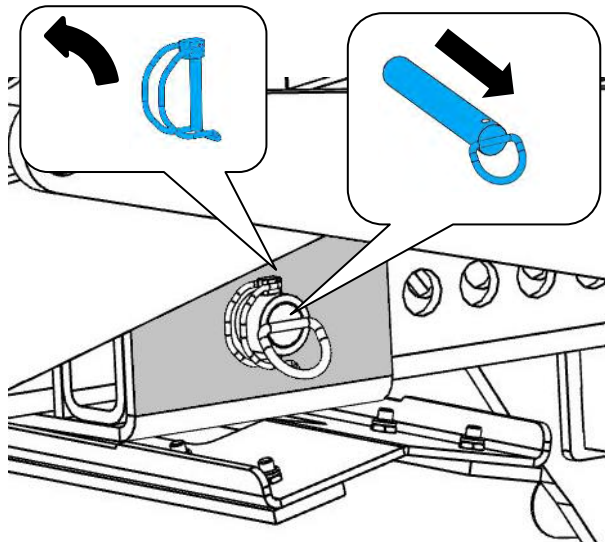

Abb. 2
2. Verwijder de splitpen (1) uit het onderste deel (Fig. 2).
3. Trek de pen (2) eruit (Fig. 2).